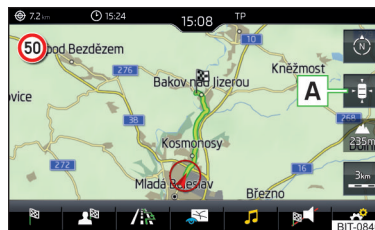

Abb. 172
► Zur **Kartenzentrierung** die Funktionsfläche  » **Abb. 172** antippen.